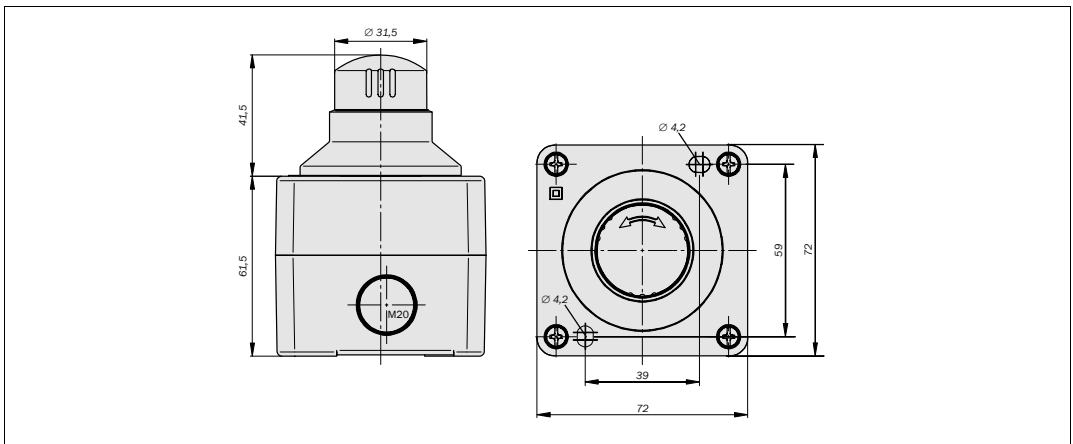

Fig. 4 : Schéma coté de la version en saillie (mm)
- Montez la partie inférieure du boîtier ou le fond du boîtier sur une surface plane. Les trous de montage sur le fond du boîtier ont un diamètre de 4,2 mm pour un écart des trous de 59 x 39 mm (voir Fig. 4). Ces dimensions indiquées se trouvent également sur le fond du boîtier.